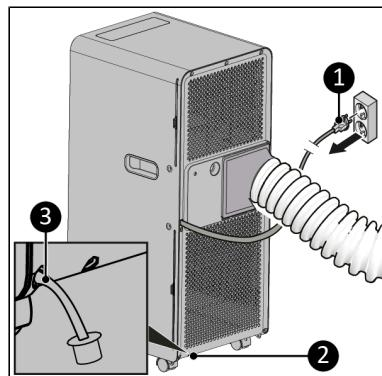

Abbildung 50.
1. Stellen Sie sicher, dass das Gerät ausgeschaltet und der Stecker aus der Steckdose gezogen ist (Abbildung 50, Pos. 1).
2. Entfernen Sie die Kappe (Abbildung 50, Pos. 3) von der Entwässerungsstelle (Abbildung 50, Pos. 2).